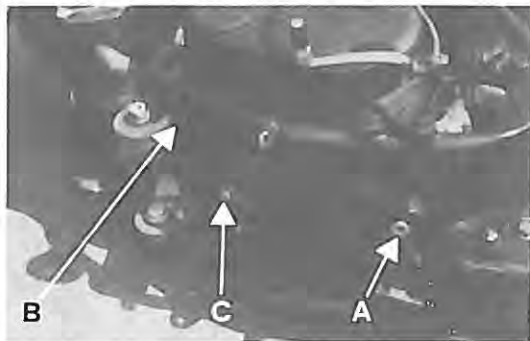

Fig. 11
- svitare la vite di scarico posta sul retro del basamento (**Fig. 11 POS. A**);
Per la sostituzione del liquido, togliere il tappo radiatore (Fig. 13) e la vite sottostante al motore (Fig. 11 POS. B) svuotando così il liquido. Dopo aver chiuso il tappo di scarico, ricaricare l'impianto con 900 cc di liquido standard attraverso il tappo del radiatore.
N.B.: Se si volesse bloccare l'albero motore al P.M.S. occorre togliere la marmitta, togliere la vite sotto il basamento (Fig. 11 POS. C) ed avvitare l'apposito attrezzo (cod. 241965) oppure vite M 8 x 30 con imbocco tornito a $\varnothing 5 \times 5$ mm. che si innesta su di un foro ricavato nell'albero motore.